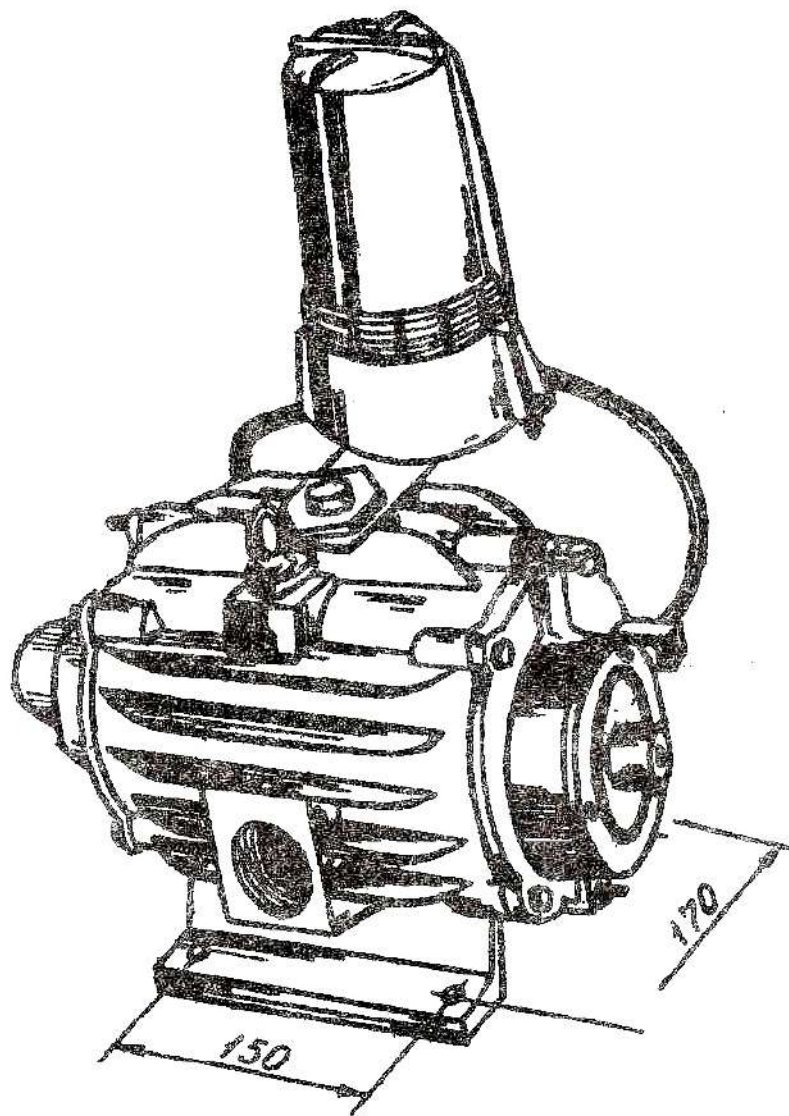

Рис. 1. Насос вакуумный УВД. 10.000А – общий вид.
2.4. Общий вид насоса показан на рис. 1 и рис. 1-а.
Рис. 1а. Насос вакуумный УВА. 12.000А. Общий вид.